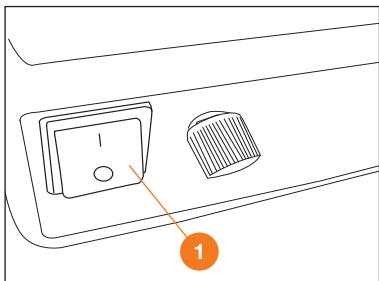

Рис. 14
Заполните бак раствором. Установите аккумулятор, для моделей со съемным аккумулятором. Включите опрыскиватель переведя клавишный выключатель ① в положение «I» или удерживая кнопку «START/STOP» 3 секунды (**DSA 5 Li / DSA 10 Li**), после чего насос опрыскивателя заработает и начнет создавать давление. Создав номинальное давление, насос автоматически отключится (Рис. 14).
Чтобы закончить процесс опрыскивания, отпустите рукоятку управления и переведите клавишный выключатель **1** в положение «**O**» (Рис. 14) или удерживайте кнопку включения **«START/STOP»** 3 секунды (**DSA 5Li / DSA 10Li**). Извлеките аккумулятор, для моделей со съемным аккумулятором.